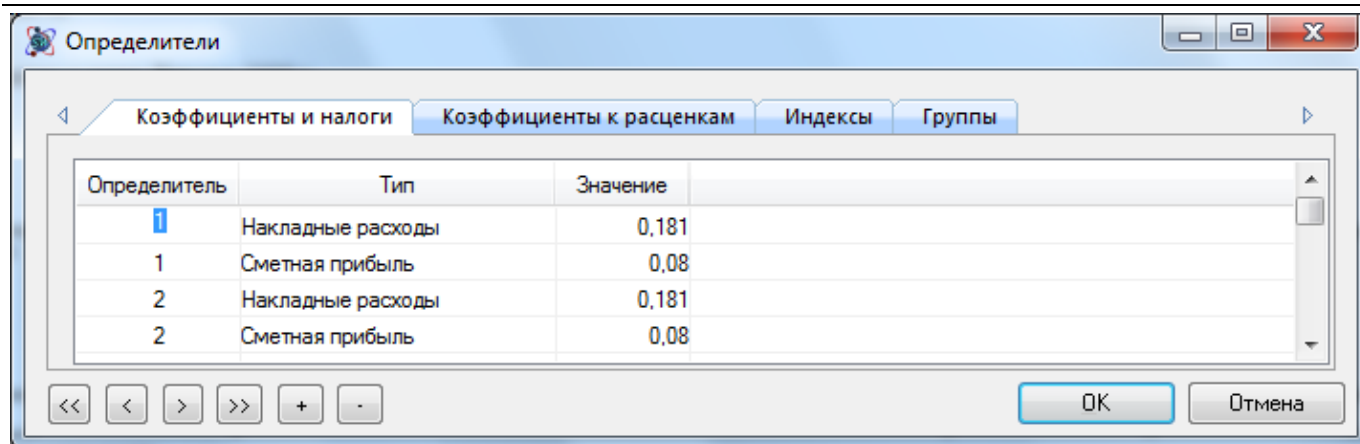

Рис. 4.55 Окно Определители, вкладка Коэффициенты и налоги
Для открытия базы определителей выполните команду **Определители** на вкладке **Справочники**. Откроется диалоговое окно *Определители* (рис. 4.55), состоящее из четырех вкладок, служащих для внесения информации определенного типа.
Вкладка Коэффициенты и налоги (см. рис. 4.55) служит для задания коэффициентов, которые будут в дальнейшем использованы в расчете перехода в цены, составленном по определителям. Для добавления нового коэффициента выполните следующую последовательность действий:
2. В диалоговом окне *Определители* на вкладках Коэффициента и налоги (см. рис. 4.55) и Индексы (см. рис. 4.57) введите нужные значения.